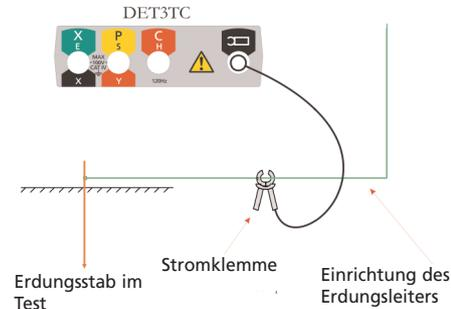

Abbildung 8: Anschlüsse für die Strommessung mit der Stromklemme
1. Wenn der Wahlschalter auf die Position „OFF“ eingestellt ist, schließen Sie das Instrument wie in Abbildung 8 gezeigt an, und schließen Sie die I-Klemme (ICLAMP) um den zu testenden Erdleiter.